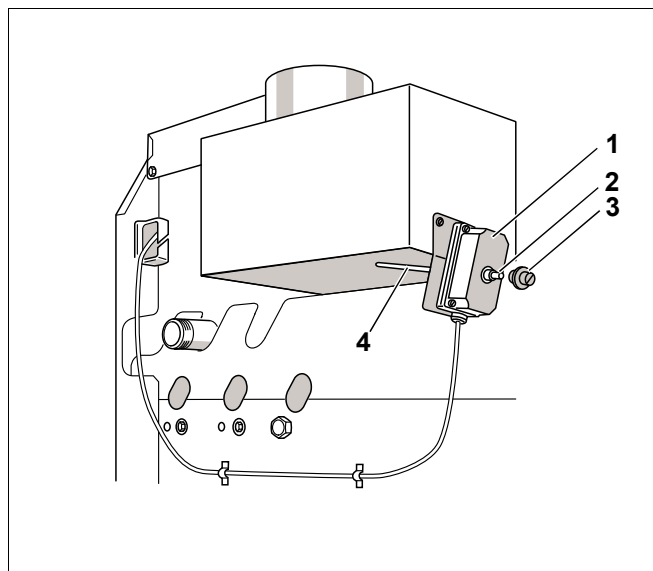

Рис. 35 Проверка системы контроля дымовых газов AW 10
- Снять систему контроля дымовых газов (рис. 35, **поз. 1**) с прерывателя тяги.
- При работающей горелке удерживать датчик температуры (рис. 35, **поз. 4**) в середине потока дымовых газов.
- Вновь установить систему контроля дымовых газов (рис. 35, **поз. 1**).
- Примерно через 2 минуты снять защитный колпачок (рис. 35, **поз. 3**) и нажать на разблокировочный штифт (рис. 35, **поз. 2**).